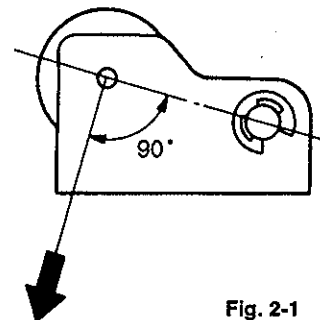

Fig. 2-1
3. Pull the scale in the direction indicated in Fig. 2-1 until the pinch roller fully separates from the capstan shaft, then slowly ease the scale so the pinch roller moves back toward the capstan shaft.
3. ピンチ・ローラがキャプスタン・シャフトから完全に離れるように秤を矢印の方向 (Fig. 2-1) に引張った後、ピンチ・ローラが再びキャプスタン・シャフトに接触するように徐々に戻す。